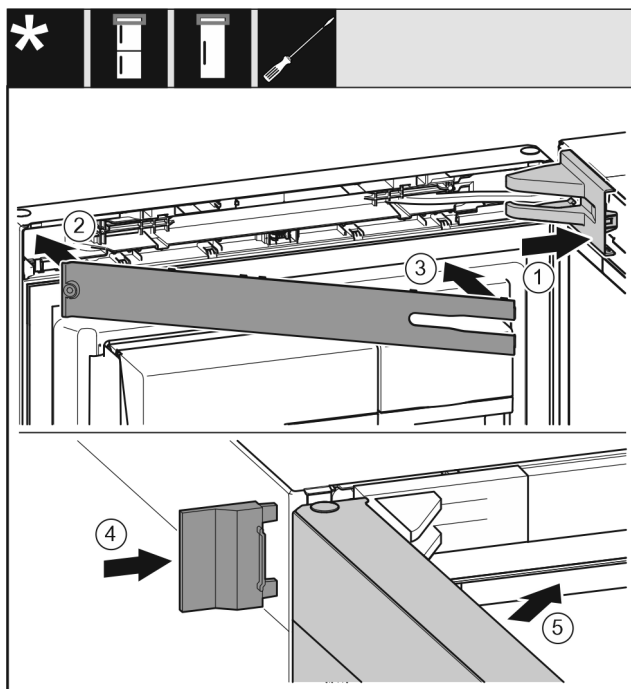

Fig. 51
- ▶ Sett på lagerdekselet og la det klikke på plass, ev. trykk det forsiktig fra hverandre. Fig. 51 (1)
- ▶ Sett på deksel. Fig. 51 (2)
- ▶ Sving inn dekslet og heft det fast. Fig. 51 (3)
- ▶ Skyv på det ytre dekslet. Fig. 51 (4)
- ▶ Lukk den øvre døren. Fig. 51 (5)